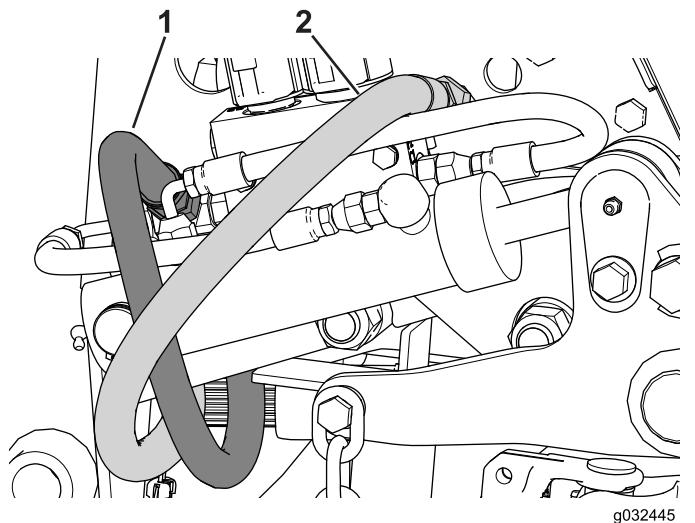

Figura 124
4. Conecte la manguera de retorno hidráulico al orificio T de la válvula de control (Figura 124).
5. Conecte la manguera hidráulica de alimentación al orificio P2 de la válvula de control (Figura 124).